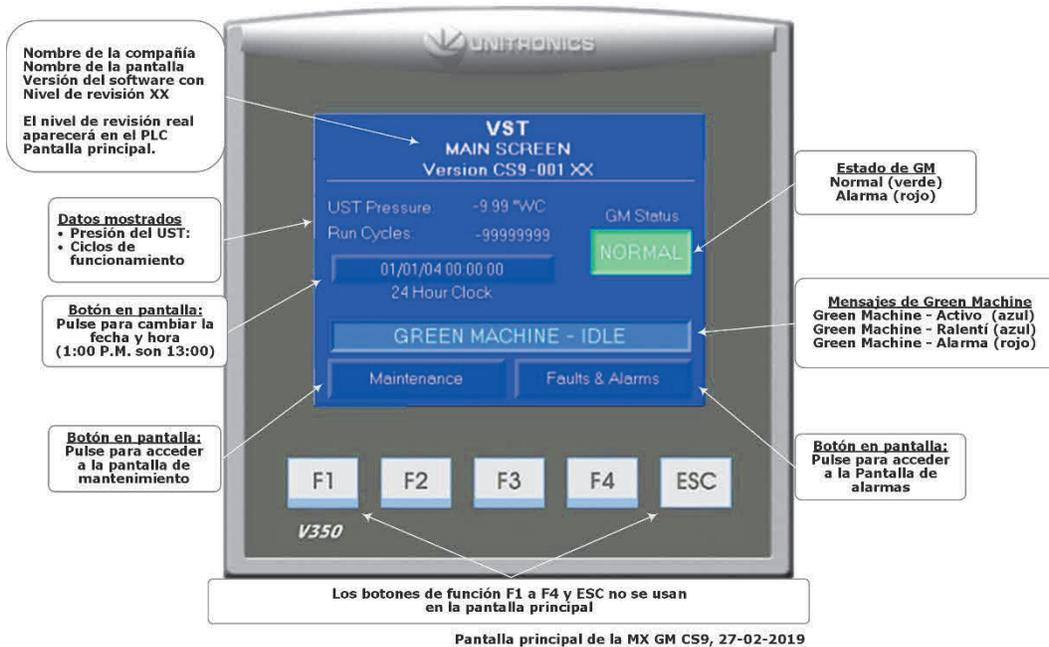

Figura 6-12: Pantalla principal
1. En la pantalla principal, presione el botón de fecha y hora. Se abrirá la pantalla de la interfaz de fecha y hora. **Vea la figura 6-12.**